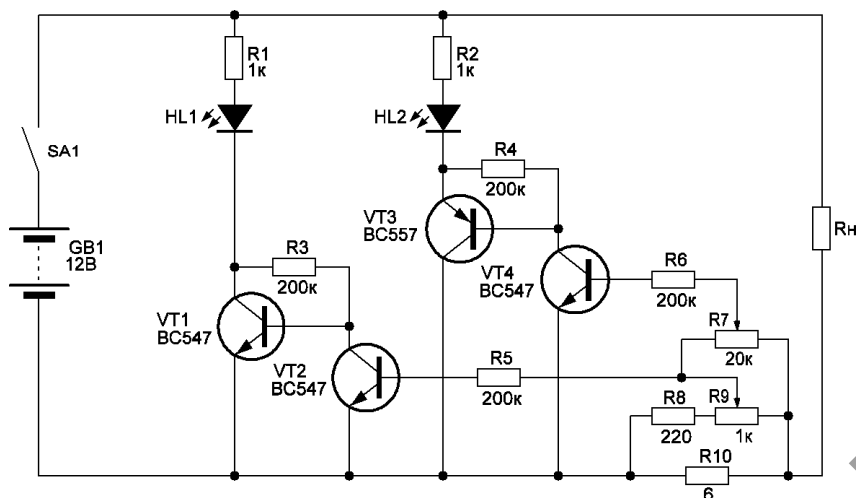

Рис. 4
**Реле диапазона допустимых токов нагрузки**, рис. 4, также содержит два канала индикации. Светодиод HL1 светится в пределах от нулевого до максимально допустимого тока в нагрузке; светодиод HL2 светится в диапазоне токов нагрузки от минимального допустимого тока в нагрузке и выше. Таким образом, при постепенном увеличении тока нагрузки вначале светится светодиод HL1 (малый ток нагрузки), затем одновременно начинает светиться светодиод HL2 (нормальный режим нагрузки), затем светодиод HL1 гаснет, сигнализируя превышение допустимого тока нагрузки.